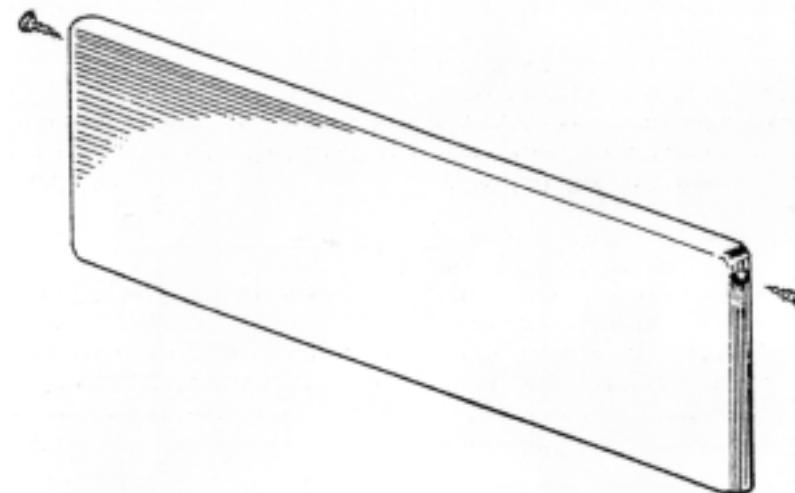

Fig. 4
- 1) Prima di innestare la spina nella presa di corrente, aprire la portina (seguendo le istruzioni di fig. 4) e spingere verso il basso la leva di sicurezza valvola (fig. 3).
- 2) Richiudere la portina (sempre seguendo le istruzioni di fig. 4) ed innestare la spina alla presa di corrente (220 volt).
- 1) Before inserting the plug in the electrical power socket, open the door (following the instructions in fig. 4) and push the valve safety lever downwards (fig. 3).
- 2) Close the door (again following the instructions in fig. 4) and insert the plug in the power socket (220 V).
- 1) Antes de enchufar la clavija en la toma de corriente, abran la portezuela (siguiendo las instrucciones de la fig. 4) y empujen hacia abajo la palanca de seguridad de la válvula (fig.3).
- 2) Cierren la portezuela (siempre siguiendo las instrucciones de la fig. 4) y enchufen la clavija a la toma de corriente (220 Volt).
(Seguendo le istruzioni di fig.4).
The injector and the valve filter must be cleaned periodically (fig. 3). At the end of seasonal use, the safety lever above the carburettor should be moved to the up position (fig. 3). (Follow the instructions shown in fig. 4).
To open the access door to interior parts of the stove, remove the electrical plug from the power socket, then remove the securing screws shown in fig. 4.
Il est nécessaire, périodiquement, de nettoyer l'injecteur et le filtre de la soupape (fig. 3). Au terme de l'utilisation saisonnière, il est conseillé de remettre vers le haut le levier de sécurité situé sur le carburateur (fig. 3) en suivant les instructions de la fig. 4.
Pour ouvrir le portillon d'accès aux parties internes du poêle, il est nécessaire, une fois la fiche débranchée de prise de courant, de retirer les vis de blocage situées comme en fig. 4.
(Siguiendo las instrucciones de fig.4).
Para abrir la portezuela de acceso a las paredes internas de la estufa hay que desenchufar la clavija de la red eléctrica y quitar los tornillos de bloqueo posicionados como muestra la fig. 4.